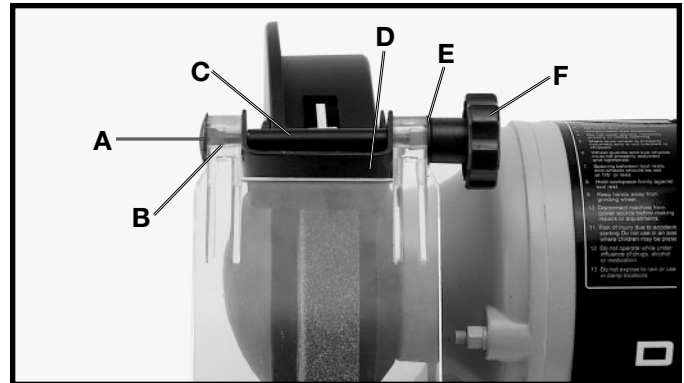

Fig. 8
3. Insérez le boulon de visière (A) fig. 8 dans le trou de la visière (B), la douille de la visière (C) et le pare-étincelles (D).
4. Placez une rondelle plate de 11/16 po (E) fig. 8 sur l'extrémité du boulon de la visière et fixez le bouton (F) de la visière à l'extrémité du boulon de la visière.